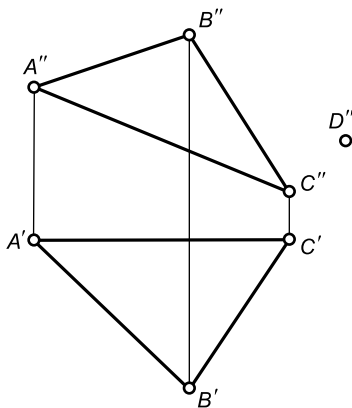

Рис. 12
2.13. В плоскости треугольника ABC (рис. 12) лежит точка D , фронтальная проекция D'' которой задана. Построить горизонтальную проекцию точки D .